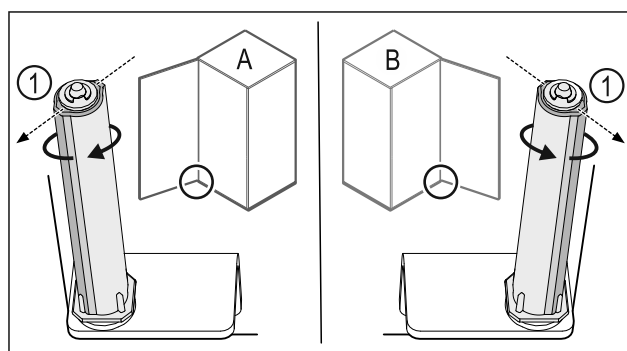

Fig. 33 Hapja majtas (A) / Hapja djathtas (B)
- ▶ Rrotulloni sistemin e mbylljes kundër rezistencës, derisa shufra e sistemit të mbylljes Fig. 33 (1) të jetë drejtuar nga jashtë.